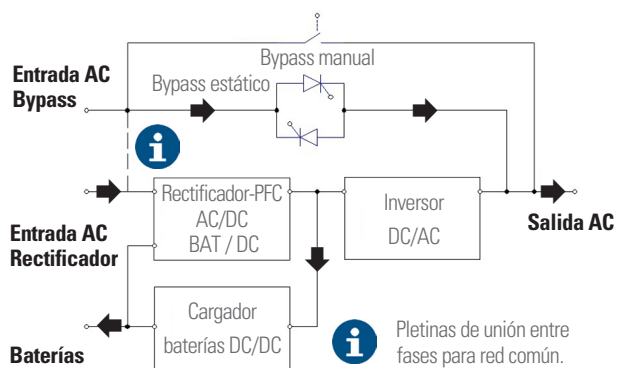

Fig. 18. Diagrama conceptual del SAI en modo Bypass
3. Retirar la espuma superior protectora (Fig. 18).